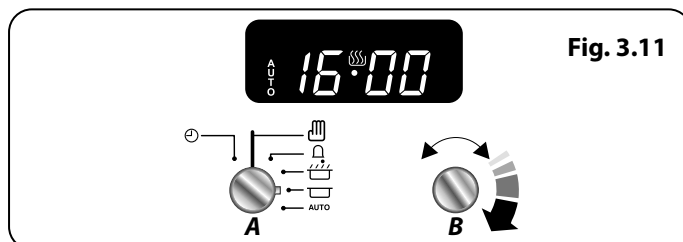

Fig. 3.11
3. Vrid **inställningsvredet (B)** för att ställa in det klockslag då du vill att ugnen ska stoppa tillagningen (**Fig. 3.11**).